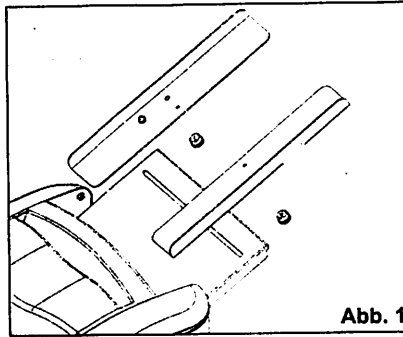
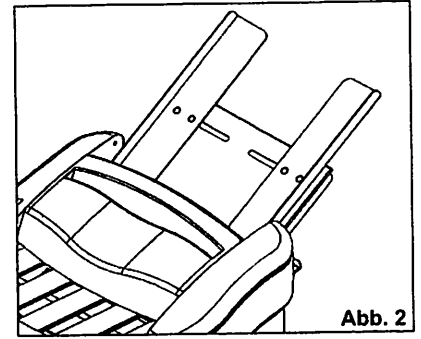

Abb. 1
Abb. 2
1. Setzen Sie die Papierführungen in das Papierfach ein, wie dies in Abb. 1 gezeigt ist. Sie müssen die schwarzen Plastikmuttern abnehmen und die Abstandshalter von den Führungen nehmen. Nachdem die Führungen eingesetzt sind, bauen Sie die Abstandshalter an den Führungen an und schrauben die Muttern wieder an den Papierführungen fest. Die Papierführungen müssen jetzt an dem Gerät so angebracht werden, wie dies in Abb. 2 gezeigt ist.
1. Lösen Sie die 4 Plastikschraubzwingen unter dem Zufahrtisch (s. Abb. 1 für die Schraubzwingenunterbringung), um die Papierführungen zu lösen.